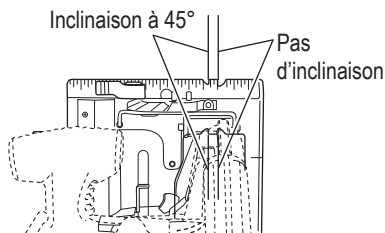
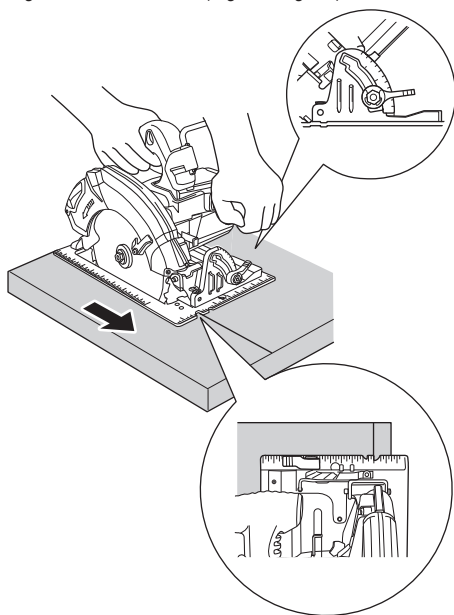
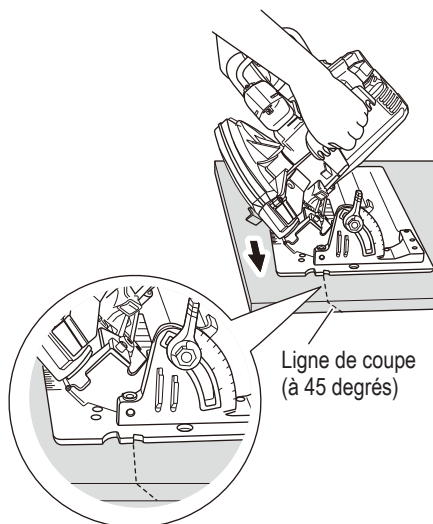

Fig. 29
Fig. 30
Fig. 31
- (1) Placer le socle sur le matériau, puis aligner le trait prémarqué et la lame de scie sur l'entaille à l'avant du socle (Fig. 29).
- (2) Lorsque le socle n'est pas incliné, utiliser le côté droit de l'encoche (Fig. 29, Fig. 30).
Si le socle est incliné (45 degrés), utiliser le côté gauche de l'encoche (Fig. 29, Fig. 31).
4. Incliner la scie vers l'avant et aligner l'encoche (Fig. 29) sur la ligne de guidage pré-marquée.